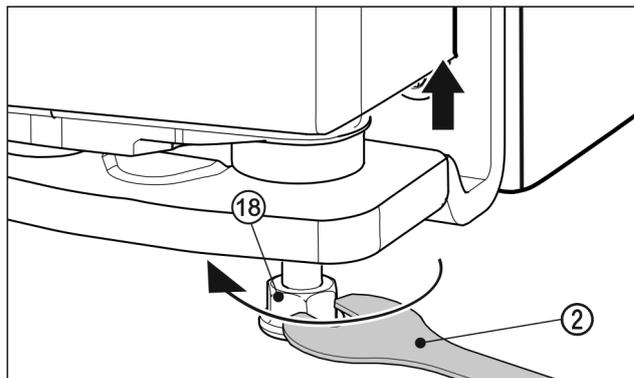

Fig. 25
- ▶ Чтобы поднять дверцу, выверните вправо установочную опору Fig. 25 (18) с помощью прилагаемого вильчатого ключа Fig. 25 (2) до соприкосновения с полом. Затем продолжите выворачивание, пока дверь не будет отрегулирована по высоте. При поставке опорный палец полностью вкручен.